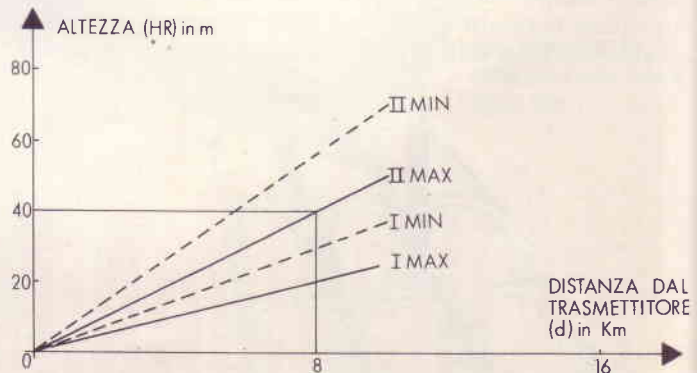

Fig. 3.2 - Minimi e massimi di un campo per un segnale di 100 MHz.
distanza dall'antenna trasmittente (d) ed una sua altezza (HT), si troveranno: un massimo e un minimo e successivamente un secondo massimo e un secondo minimo, come mostrato nella Fig. 3.2.